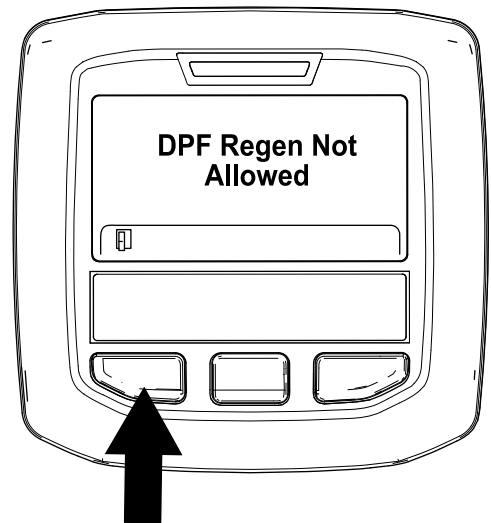

Figura 40
- Si la computadora del motor no autoriza el proceso de regeneración, en el InfoCenter se muestra el mensaje "Regeneración del FPD no permitida" (Figura 40). Pulse el botón izquierdo para salir de la pantalla de inicio.